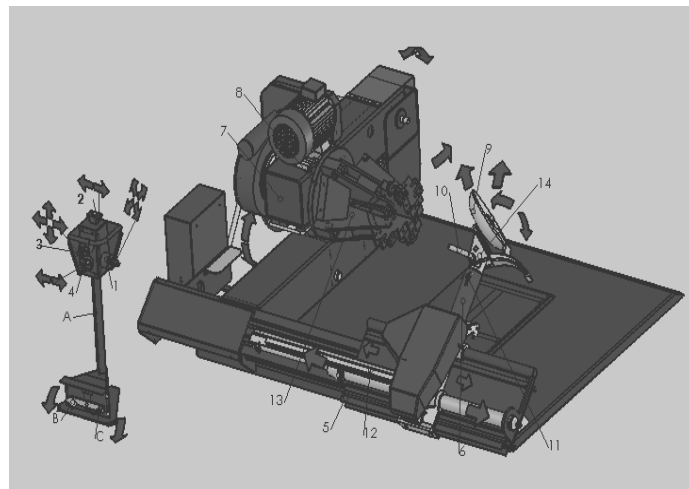
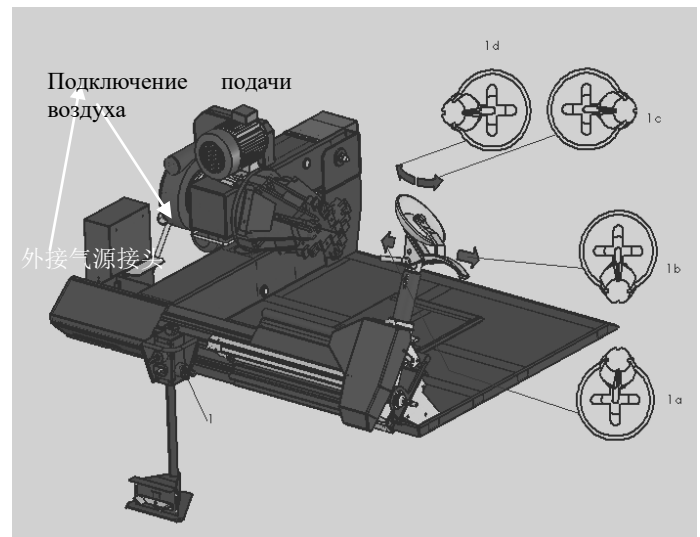

Рис.23 Строение Б
Рис.25 Стрoение В
Ключ (рис. 23)
(Рис. 23 и рис.25)
- Переведите выключатель 1 в верхнее положение (Рис.25 1a), механический рычаг должен подниматься
(Рис.25 1b) , механический рычаг должен опускаться
- Переведите выключатель 1 вправо (Рис.25 1c) , монтажная головка должна повернуться против часовой стрелки на 180°
- Переведите выключатель 1 влево (Рис.25 1d) , монтажная головка должна повернуться по часовой стрелке на 180°
- Переведите выключатель 2 вправо (Рис. 23) , монтажная головка должна двигаться вправо.
- Переведите выключатель 2 влево (Рис. 23) , монтажная головка должна двигаться влево.
2 Проверьте правильность направлений движения каретки (5) и монтажной головки (7) (см. рис.23):
Для работы с колесом диаметром меньше 800 мм и больше 1500 мм необходимо вставить штифт во второе отверстие (см. 11 на рис.23).